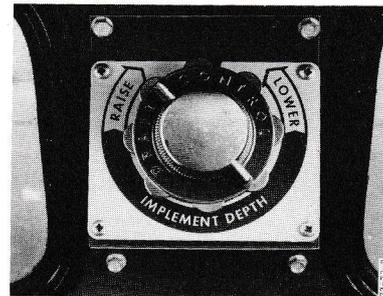

Figure 38 - Contrôle manuel d'effort
- 3° - Avancer le tracteur en tournant le bouton figure 38 dans le sens "LOWER" jusqu'à ce que l'instrument ait atteint la profondeur de travail désirée.